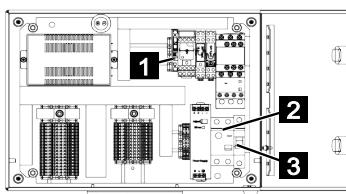

Fig. 195
6. Remplacer le fusible défectueux (Fig.195/1) par un fusible neuf du même type. L'attribution exacte est indiquée sur le plan de câblage (↳ Chapitre 11.1 „Plan électrique”, page 205).
7. Si le fusible à courant de défaut (Fig.195/2) ou le fusible (Fig.195/3) pour la prise dans la nacelle ont été déclenchés, ceux-ci peuvent être réenclenchés.